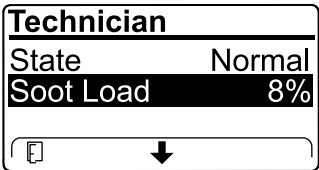

Figura 35
- Verificate il carico di fuliggine misurato come percentuale di fuliggine nel FAP (Figura 35); fate riferimento alla tabella del carico di fuliggine.